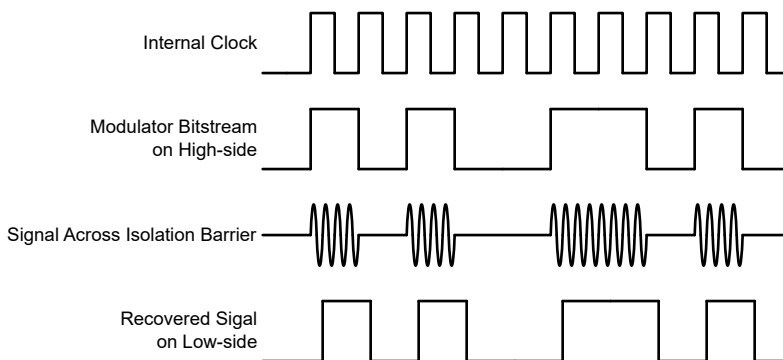

图 6-1. 基于 OOK 的调制方案
如图 6-1 中所示，AMC0100R 使用开关键控 (OOK) 调制方案跨过基于  $\text{SiO}_2$  的隔离栅传输调制器输出位流。发送驱动器 (TX) 如 节 6.2 中所示。TX 跨过隔离栅发送一个内部生成的高频载波来表示数字一。而 TX 不发送信号则表示数字零。AMC0100R 内使用的载波标称频率为 480MHz。